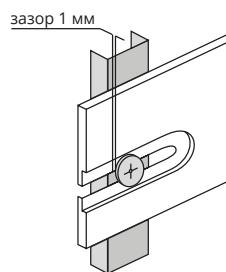

Рис. 3
4. Панели и аксессуары нельзя жестко фиксировать. Между шляпкой и панелью должен оставаться зазор 1 мм (рис. 3) - это необходимо для свободного движения панели при возможных тепловых расширениях/сжатиях.
- ▷ Профиль монтируется вертикально, на расстоянии не более 250 мм от центров профилей (рис. 3).
Важно! При монтаже углов коллекции Клинкерный кирпич и Состаренный кирпич, необходимо сделать подрез по пазу упорных цилиндров стартового элемента угла (рис. 2.2, рис. 3).